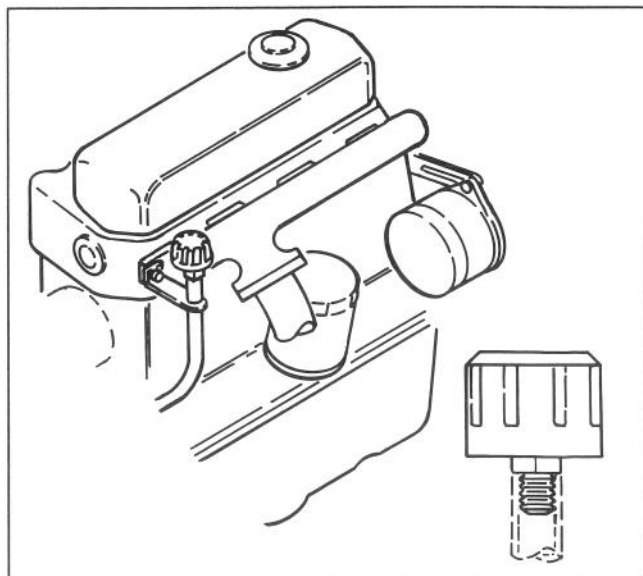

Fig. 47
2. Pulire attorno allo sfiato e svitarlo con una chiave (Fig. 47). Montare il nuovo sfiato.